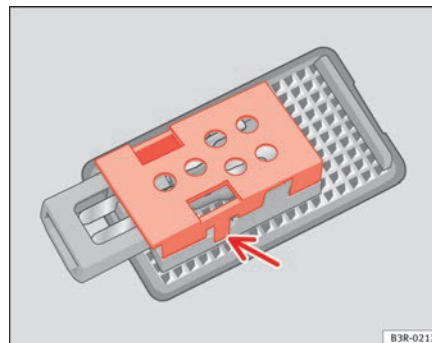

Abb. 220 Gepäckraumbeleuchtung
- Die Schutzabdeckung ausbauen und die Glühlampe aus ihrer Aufnahme nehmen ⇒ Seite 278, Abb. 220. ■